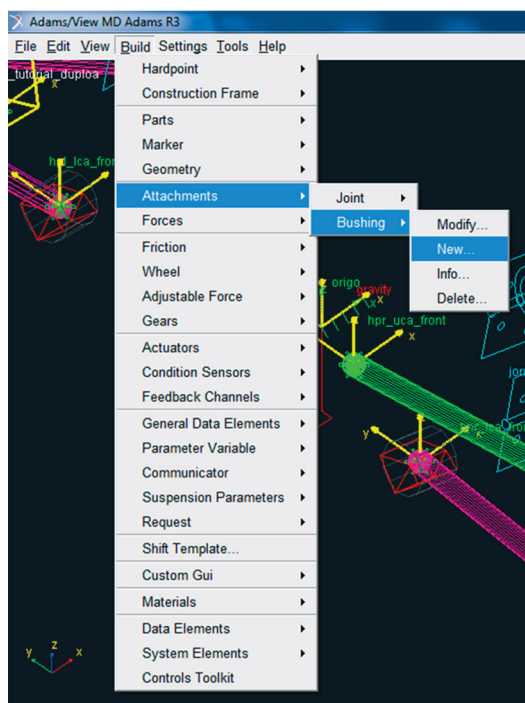

Figura 5.138 – Janela correspondente ao menu de criação da bucha “*bkl\_Bushing2*”.
- Acesse o menu *Build* → *Attachments* → *Bushing* → *New* (Figura 5.138).